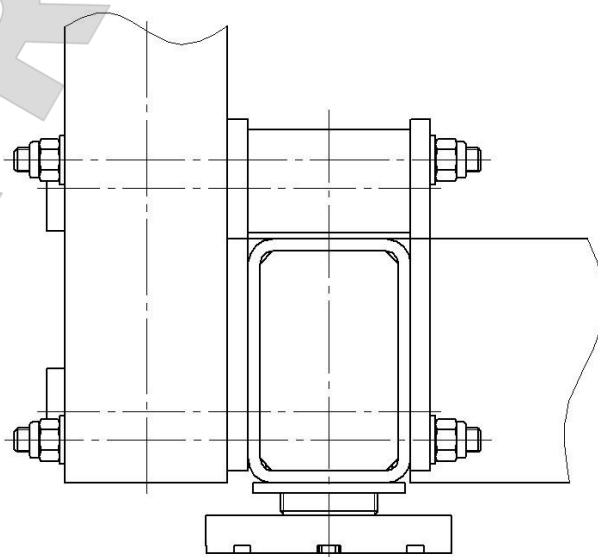

Рис. 2 Установка стоек
5.3. При помощи шпилек, гаек и шайб закрепите на нижней раме стойки (поз. 2 и 3), как показано на рис. 2.